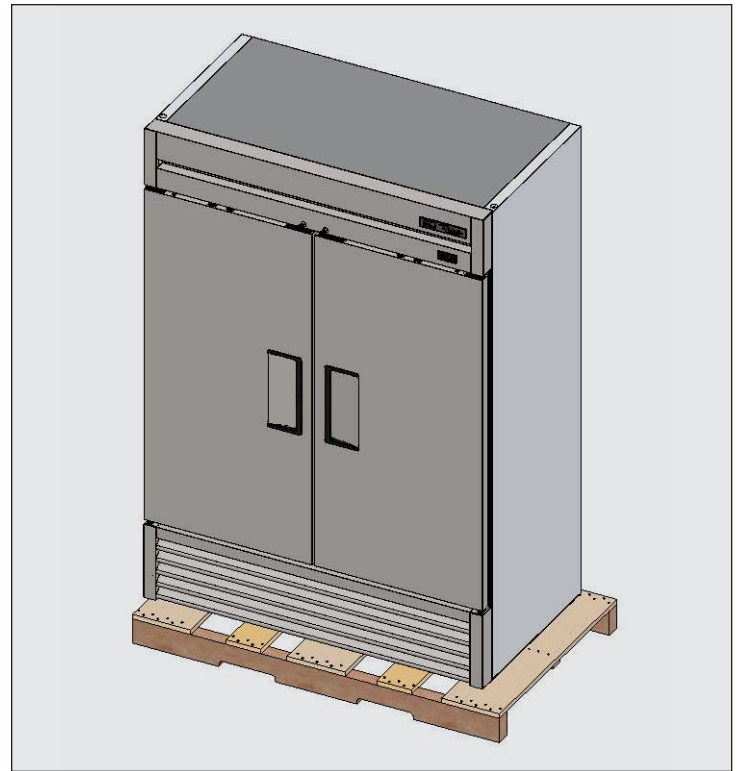

Fig. 1. Retirez l'emballage extérieur. Vérifiez qu'il n'y a pas de dommages cachés.
1. Enlevez l'emballage extérieur (carton et papier bullé ou coins en polystyrène expansé et plastique transparent). Vérifiez qu'il n'y a pas de dommages cachés. Voir fig. 1. **Là encore, effectuez immédiatement une réclamation auprès du transporteur si vous constatez un dégât.**